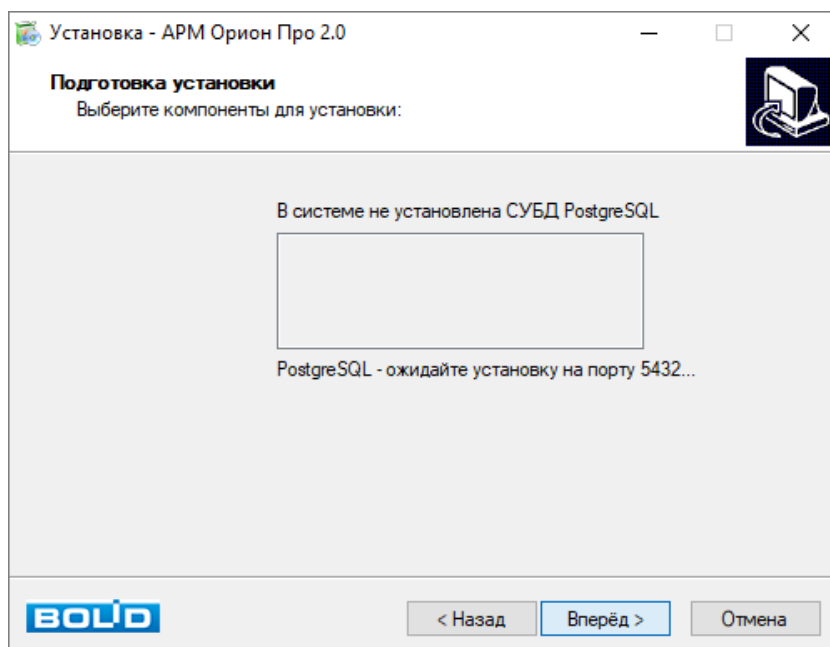
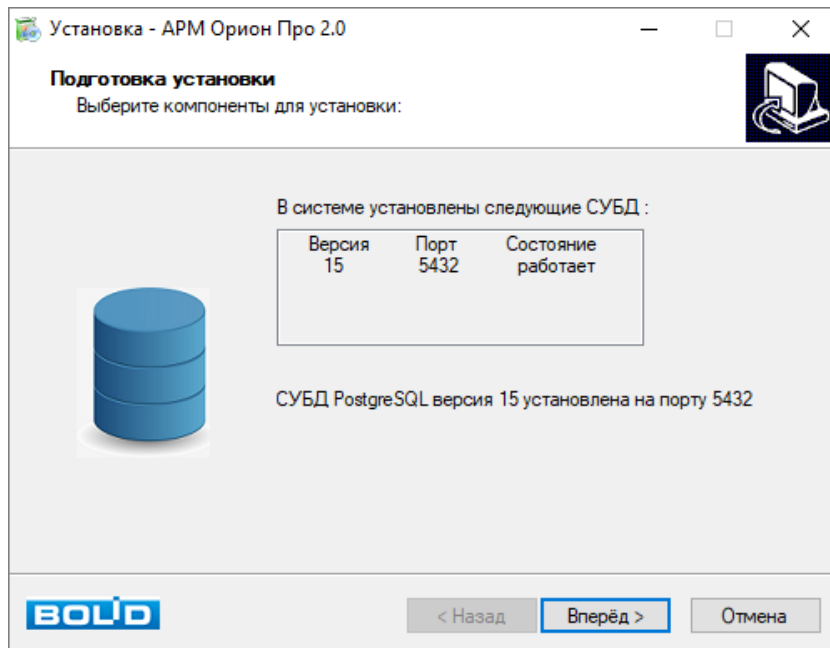

Рисунок 2-30 Информация об установке на ПК СУБД PostgreSQL на странице подготовки установки ПО
Рисунок 2-31 Информация о завершении установки на ПК СУБД PostgreSQL
- если на ПК не установлена СУБД PostgreSQL или Postgres PRO, то будет начата установка СУБД PostgreSQL на ПК (см. Рисунок 2-30). Дождитесь завершения установки СУБД (см. Рисунок 2-31), после чего нажмите кнопку «Вперёд» для продолжения;